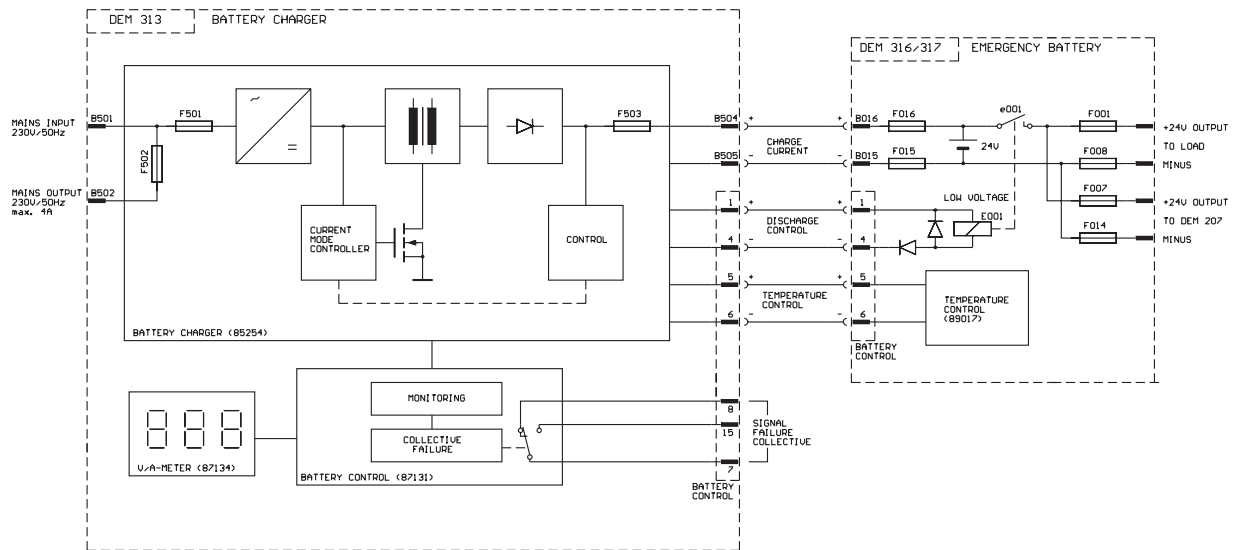
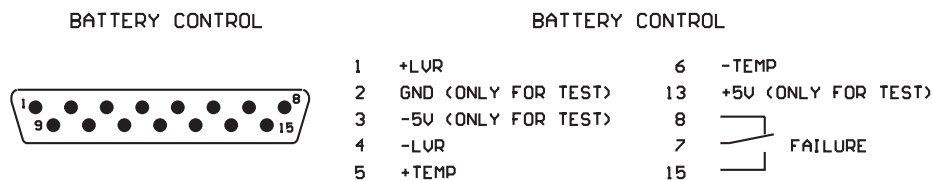

Bild 1 Anschluß der Batterie an das Ladegerät
Bild 2 Anschlüsse der BATTERY CONTROL Stiftleiste
- Die Stiftleiste BATTERY CONTROL (9) des Ladegerätes ist mit der Stiftleiste BATTERY CONTROL des Batterie-Moduls zu verbinden (siehe auch Bild 1 und Abschnitt 3.1).
- Der Ladeausgang CHARGE OUTPUT (8) des Ladegerätes ist mit dem Ladeingang CHARGE CURRENT des Batterie-Moduls zu verbinden, wobei auf richtige Polung zu achten ist (siehe Bild 1). Der Querschnitt der Leitung zwischen dem Ladegerät und dem Batterie-Modul soll mindestens 2.5 mm² betragen. Für die Anschlüsse sind isolierte AMP-Flachsteckhülsen 6.3x0.8 mm zu verwenden. Die Leitungslänge darf 2m nicht überschreiten.
- An der Kaltgeräte-Netzsteckdose MAINS OUTPUT (5) kann ein weiteres Gerät angeschlossen werden, wenn seine Stromaufnahme 4 A nicht überschreitet. Die Kaltgeräte-Netzsteckdose MAINS OUTPUT (5) ist mit einer Sicherung (4) mit dem Wert T4A vor Überlastung geschützt. Ein größerer Sicherungswert als T4A ist nicht zulässig.
- Wenn alle Verbindungen richtig hergestellt wurden, ist das Gerät über das mitgelieferte Netzkabel an das Netz anzuschließen. Geräteseitig ist das Netzanschlußkabel an den 3-poligen Netzanschluß-Stecker (7) anzustecken.
An der 15-poligen D-Sub-Stiftleiste BATTERY CONTROL (9) stehen verschiedene Steuer-Ein-/Ausgänge (siehe auch Bild 2) zur Verfügung:
Für die Temperaturnachführung der Ladespannung im Standby-Betrieb ist der Temperatursensor (Nachrüstatz NRS 90200) gemäß Nachrüstanleitung zu installieren und mit dem Ladegerät zu verbinden (siehe auch Bild 1, Bild 2 und Abschnitte 3.1, 6.9).
Zur Vermeidung von Tiefentladung der Batterie sind passende Relais zu verwenden, die gemäß Bild 1 bzw. Bild 2 an das Ladegerät anzuschließen sind. Der gesamte Spulenwiderstand der Relais darf 70 Ohm nicht unterschreiten.